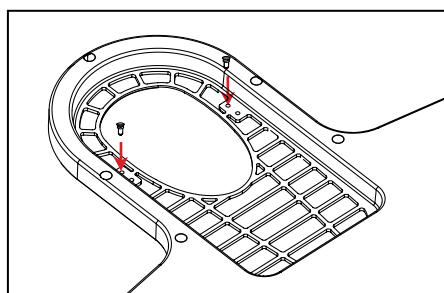

Fig. 2
2. Na parte inferior da inserção CURVE, aperte os parafusos no sentido horário, em local alternativo, com uma chave de fenda. (Fig. 2)